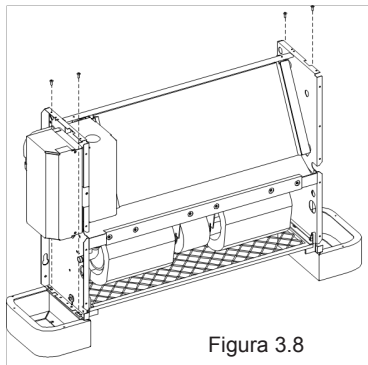

Figura 3.8
- 2) Coloque o ar condicionado sobre o suporte de montagem e fixe-o com parafusos (ver Figura 3.8).